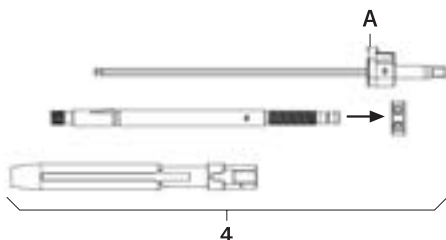

Fig. 2
- Desmontar la palanca de reposición 4, ver Fig. 2: Presionar con fuerza el cabezal A y extraer el destornillador FW234R.